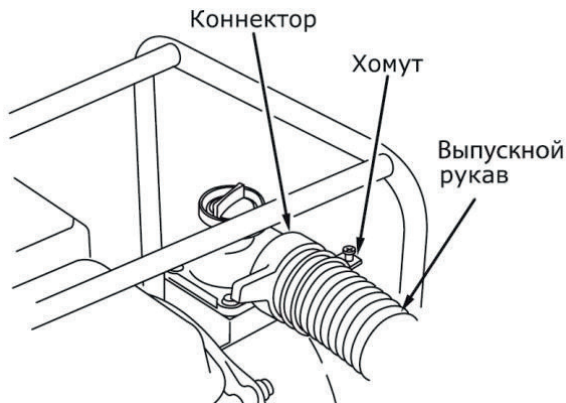

рис. 5
- Подсоедините выпускной рукав к патрубку при помощи зажимного кольца и хомута (рис. 5)